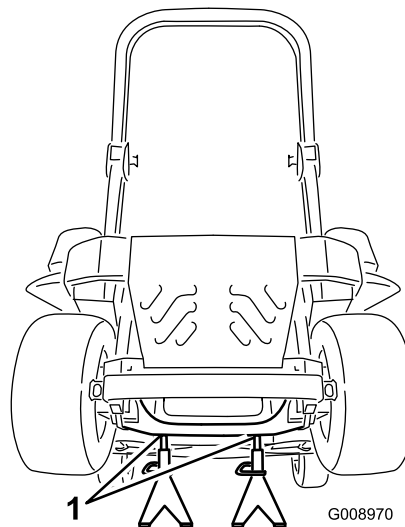

Figura 83
3. Levante la máquina y apóyela sobre gatos fijos (Figura 83).
9. Retire los gatos fijos y baje la máquina (Figura 83).